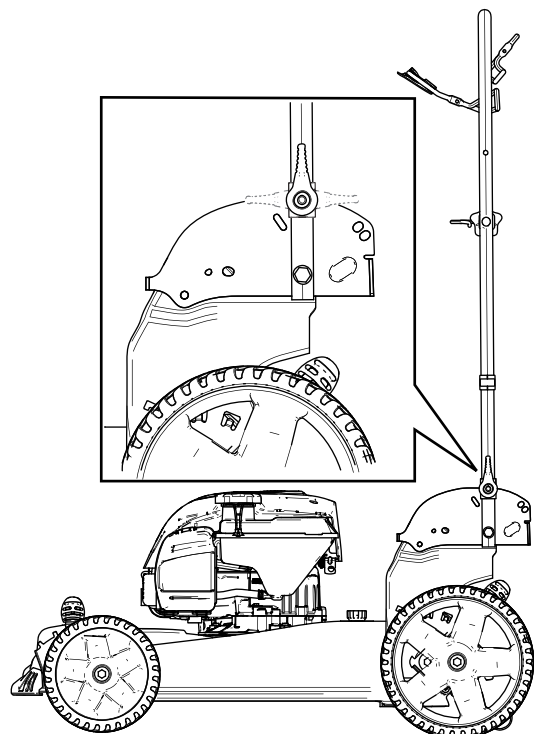

Figure 20
2. Rabattez le guidon vers l'avant soit à la verticale soit complètement abaissé, comme montré à la Figure 20.